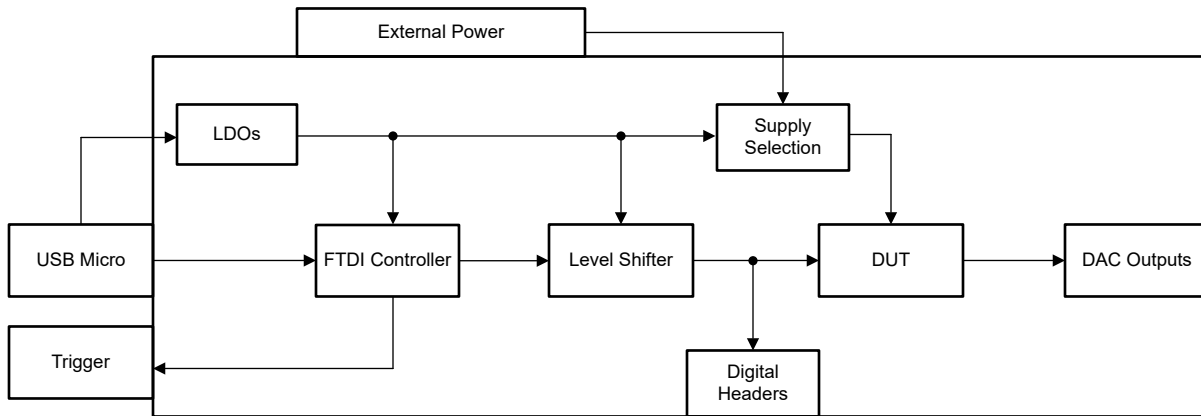

図 1-1. 動作原理のブロック図
DAC8N-DGK-EVM は、評価基板に付属している USB ケーブルを使用してパーソナル コンピュータ (PC) に接続します。この評価ボードは、すべての通信ライン、DAC 出力、電源用のコネクタとテスト ポイントを搭載しています。図 1-1 に、DAC8N-DGK-EVM のブロック図を示します。